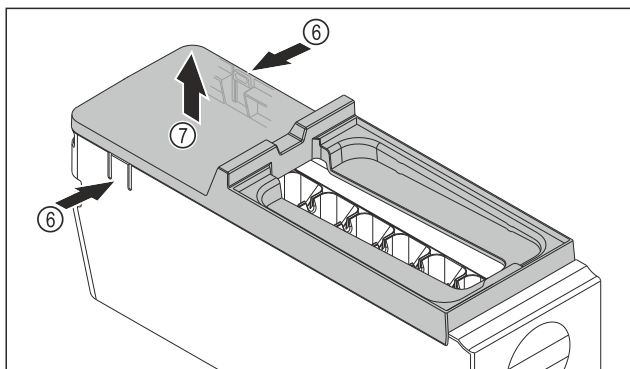

Fig. 172
- ▶ Vyjmutí krytu korpusu EasyTwist-Ice: Lamely Fig. 172 (6) na obou stranách korpusu EasyTwist-Ice stlačte jednou rukou.
- ▶ Kryt Fig. 172 (7) vyjměte druhou rukou nahoru.